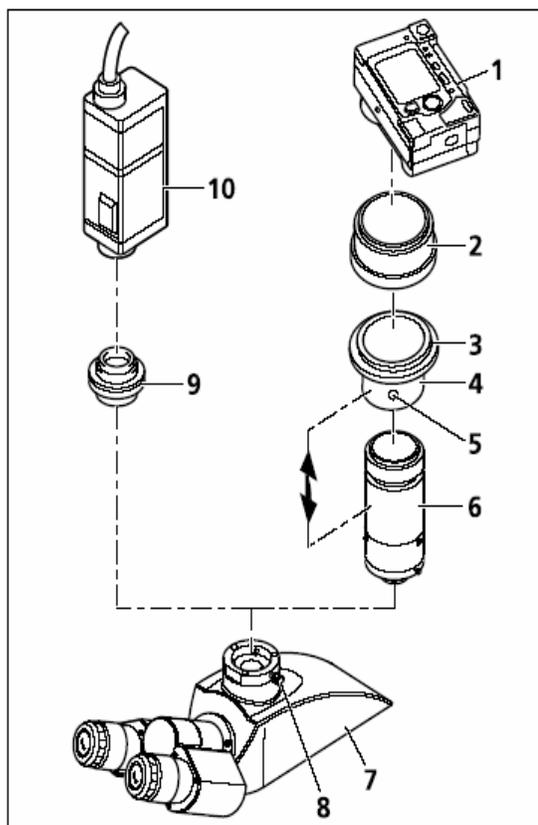

Figura 17 – Fixar uma câmera fotográfica
- Dado caso, fixar ao princípio o fototubo (Figura 17/7) (vide o item 3.4.1.).
- Soltar o parafuso de aperto (Figura 17/8) e remover a tampa protetora do fototubo.
- A montagem da corredeira (Figura 17/4), o anel roscado adaptador M37/52 (Figura 17/3) e a montagem de lente (Figura 17/6), são fornecidos como grupo pré-montado chamado **adaptador para câmera digital P95 M37/52x0,75**. O desenho ao lado mostra este grupo desmontado. O anel roscado adaptador M37/52 (Figura 17/3) pode ser desenroscado da montagem da corredeira (Figura 17/4) (não representado aqui) para fixar uma câmera com rosca M37.
- Montar o anel adaptador (Figura 17/2) (dentro do volume de fornecimento da câmera) para a câmera (Figura 17/1) (vide as instruções para o uso da câmera).
- Enroscar a unidade, composta da montagem da corredeira (Figura 17/4), o anel roscado adaptador M37/52 (Figura 17/3) e a montagem de lente (Figura 17/6), no anel adaptador (Figura 17/2).
- Inserir a câmera com o adaptador até o topo no fototubo, alinhá-la e fixá-la mediante o parafuso de aperto (Figura 17/8).
- Possivelmente há que otimizar a distância entre a objetiva da câmera fotográfica e a montagem de lente (Figura 17/6) em dependência do equipamento do microscópio ou da câmera utilizada (vide a flecha dupla). Isto será necessário em particular quando seja possível obter imagens não cortadas, seja como seja a posição do zoom da objetiva da câmera. Em tal caso, fazer os seguintes ajustes na câmera:
- Soltar o parafuso prisioneiro (Figura 17/5).
- Variar o zoom da objetiva da câmera, desde grande ângulo (W) até tele (T).
- Reapertar o parafuso prisioneiro (Figura 17/5).
Câmeras com rosca C-Mount são acopladas ao fototubo do microscópio, mediante o adaptador P95-C 2/3" 0,65x ou P95-C1/2" 0,5x (Figura 17/9).
- Inserir a câmera (Figura 17/10) junto com o adaptador apropriado (Figura 17/9) até o topo no fototubo, alinhá-la e fixá-la mediante o parafuso de aperto (Figura 17/8).